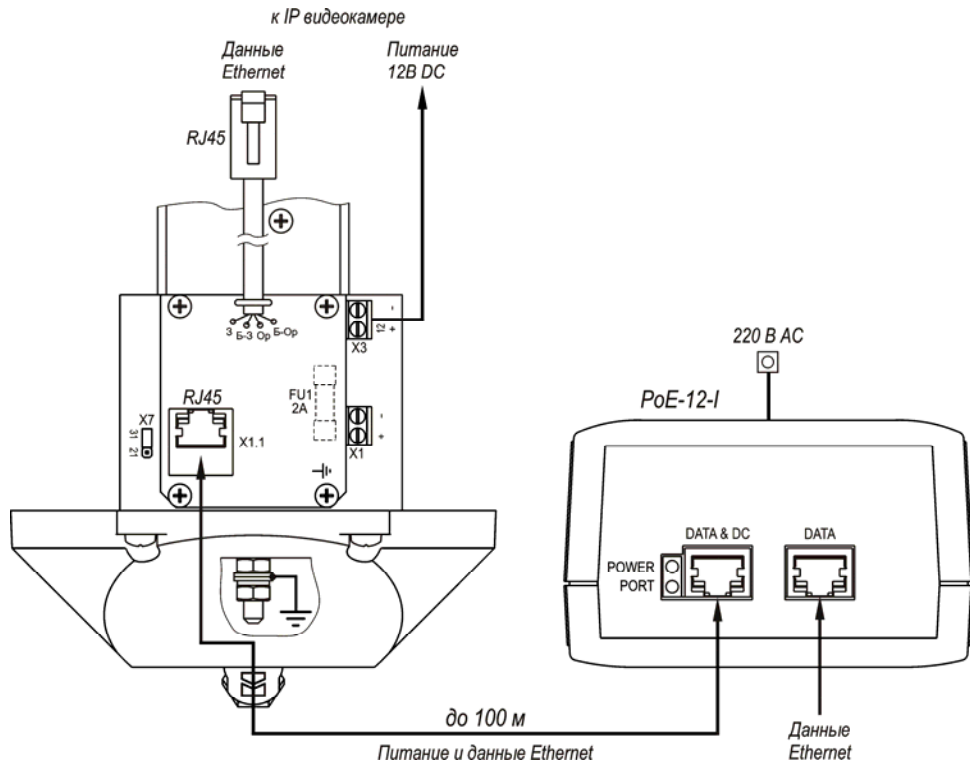

Рис.4 Схема подключения IP-видеокамеры
1. Кронштейн ТГБ-3 для крепления IP-видеокамеры ТВК-90 PoE на опоры  $\varnothing 115 \div 135$  мм (другой размер – под заказ). Монтаж кронштейна см. рис.4.
\* Предприятием изготовителем джампер X7 установлен в положение «31» - мощность обогрева 31 Вт, для изменения мощности на 21 Вт джампер X7 необходимо переставить в положение «21» (см. рис.4).
Через разъем «Data» (см. рис.4) осуществляется обмен данными по сети Ethernet.
5. При необходимости изменить мощность обогрева гермобокса, выкрутить 4 винта крепления задней крышки гермобокса, выдвинуть модуль видеокамеры из кожуха и установить джампер X7 в нужное положение (рис.4). Установить модуль видеокамеры обратно в кожух. Закрутить 4 винта крепления задней крышки с усилием  $5 \pm 0,5 \text{ Нм}$ .